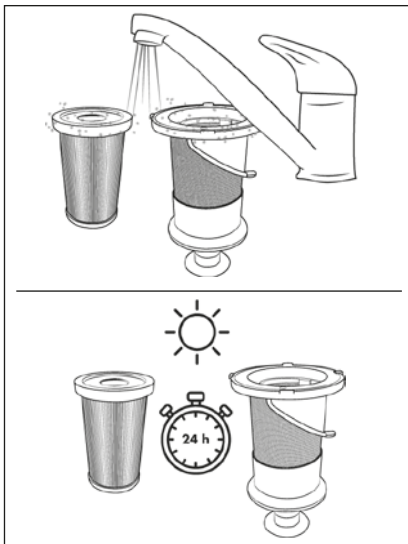

Fig. 20
- 5) Enjuague el filtro HEPA **4** y el filtro de acero inoxidable **5** bajo agua fría o templada. Deje que el filtro HEPA **4** y el filtro de acero inoxidable **5** se sequen completamente antes de volver a montarlos en el depósito de polvo **6** (consulte la fig. 20).